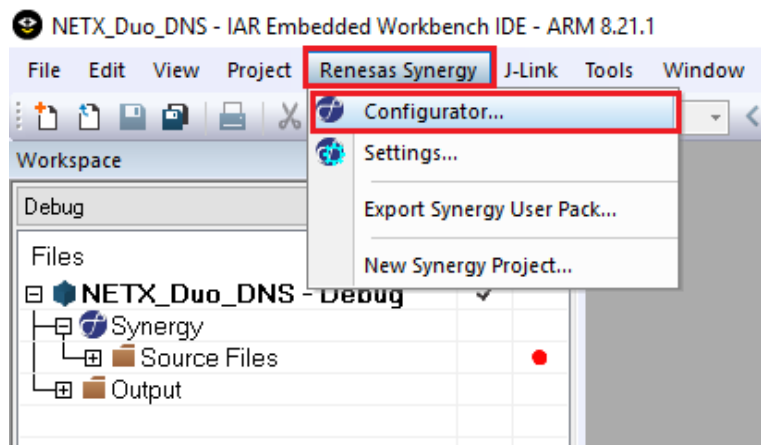

図 1.7 Synergy™ Standalone Configurator
3. **[Renesas Synergy]** > **[Configurator]** (コンフィグレータ) をクリックして、Synergy™ Standalone Configurator を開きます。図 1.7 を参照してください。